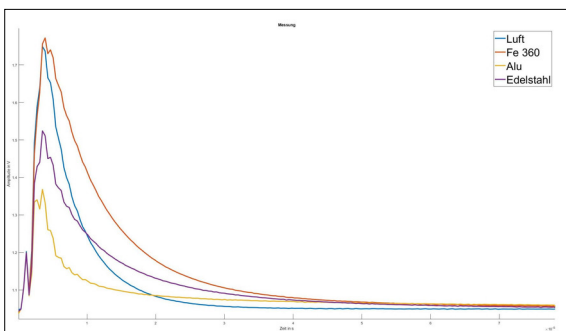

Abb. 3: Gemessene Sprungantwort des Sensors bei verschiedenen Targetmaterialien
- Die Sprungantwort des Sensors ist vom Targetmaterial abhängig (siehe Abb. 3).